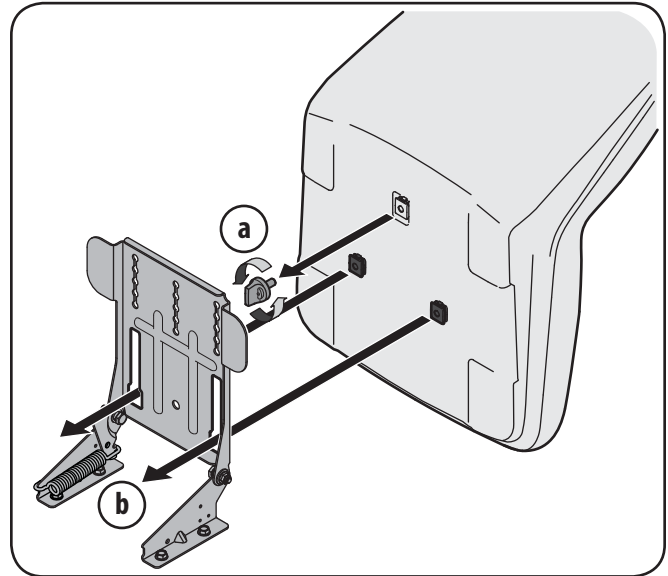

Figure 3-4
1. Retirez le bouton de réglage du siège (installé en usine) situé sous le siège. Voir Figure 3-4 (a).
2. Alignez le siège avec le support de pivotement du siège, comme illustré sur la Figure 3-4, et installez le siège sur le support du siège en insérant les deux encoches situées sous le siège dans les fentes du support de pivotement.